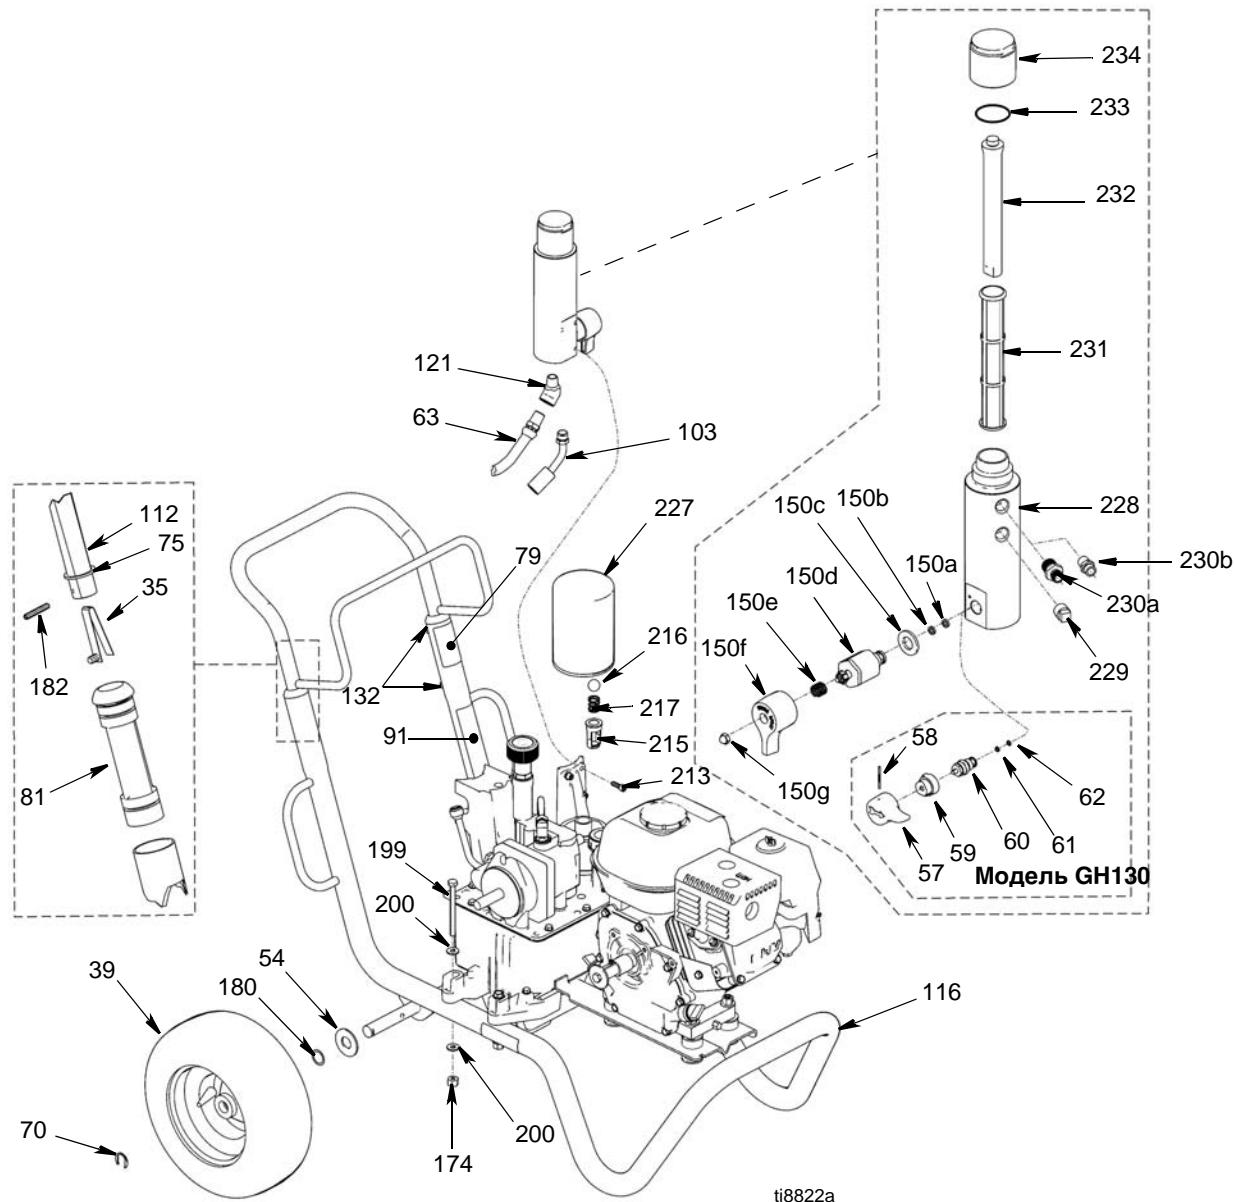

**Рис. 27**
8. (Рис. 27) Подсоедините всасывающую трубку (114) к нижней части насоса (111).